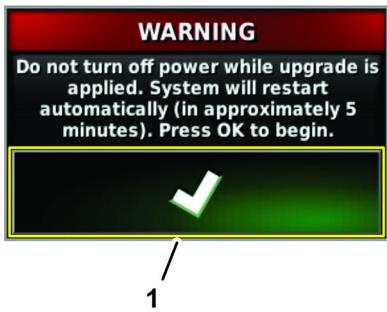

Figura 25
4. En el cuadro de diálogo Advertencia, pulse el ícono Confirmar (Figura 25).